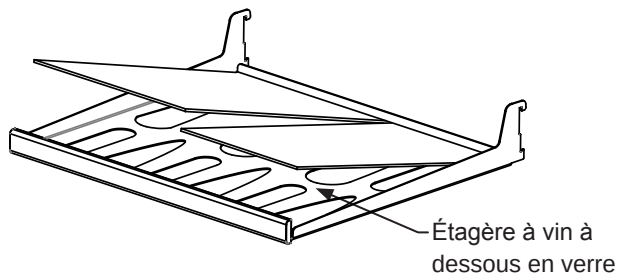

Figure 36
(2) étagères en porte-à faux, encadrement et verre (Voyez la Figure 36).
(1) étagères en porte-à faux, encadrement et verre (Voyez la Figure 36).
(1) étagère en porte-à faux, encadrement et verre (Voyez la Figure 36).